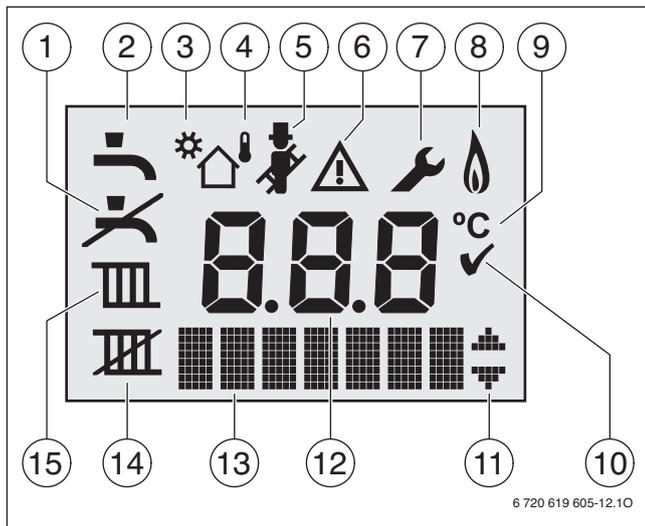

Bild 24 Displayanzeige des Basiscontrollers Logamatic BC25
- [4] Display (→ Bild 24, Seite 48)